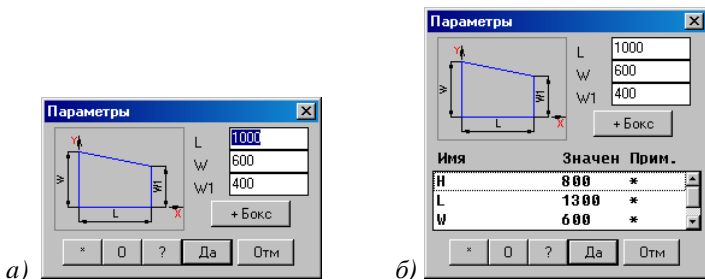

Рис. 3.9. Ввод размеров прямоугольного листа
2) Ввести в раскрывшемся диалоговом окне, см. рис. 3.9, стр. 42 параметры плиты. Вариант окна «б» возникает в случае, когда плита вставляется в сборку, у которой есть переменные.